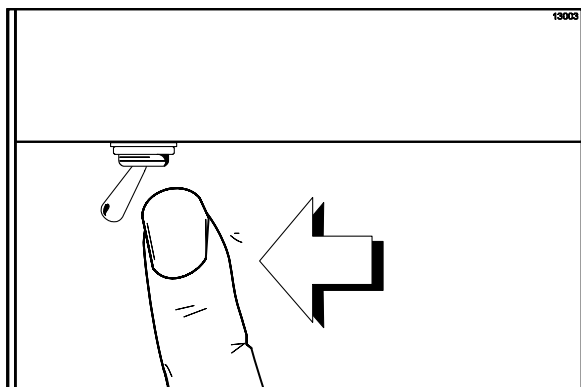

Figura 101
1. Certifique-se de que a chave de força está na posição OFF (DESLIGADA). (Veja a Figura 101.)